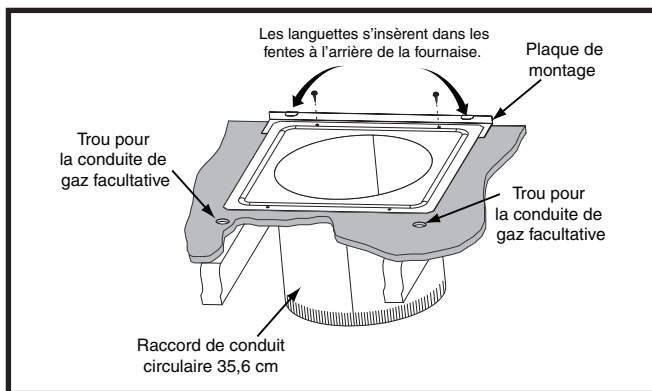

Figure 15. Raccord de conduit circulaire
2. Installez la plaque de montage (Figure 15) sous la surface arrière du raccord de conduit. **REMARQUE :** Assurez-vous que les trous de vis sont alignés dans les deux composants.
4. Fixez le devant avec une (1) ferrure dans chaque coin (Figure 15 ou 16).